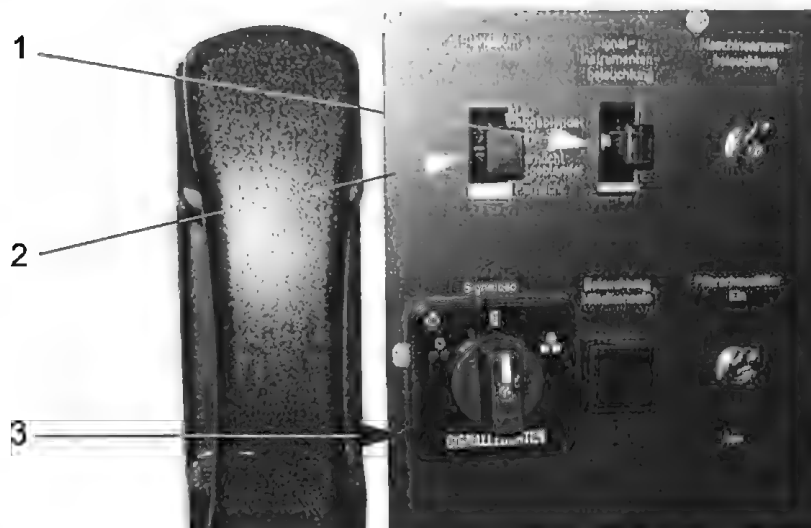

Bild 7-4 / Signalbeleuchtung
Die Signalbeleuchtung wird mit dem Schalter „Signal- und Instrumentenbeleuchtung“ (Bild 7-4 / Pos.1) am Führerpult vorne links ein- bzw. ausgeschaltet.
- Signalbild (rot oder weiß) wählen (Bild 7-4 / Pos.3).
- In Stellung „weiß“ das Signallicht wählen (Bild 7-4 / Pos.2).